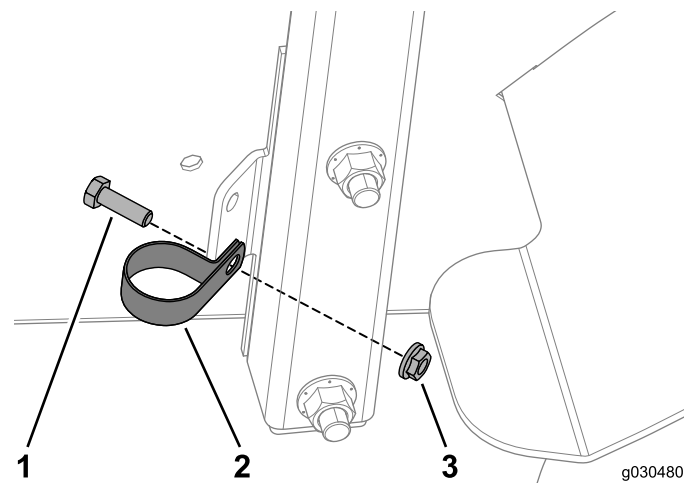

Figura 49
1. Fije la abrazadera en R al bastidor de los accesorios con el perno (5/16" x 3/4") y una tuerca con arandela prensada en el lateral derecho de la máquina (Figura 49).